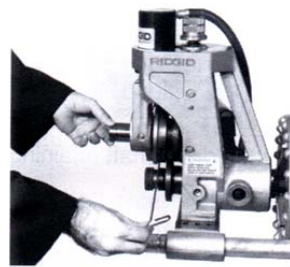
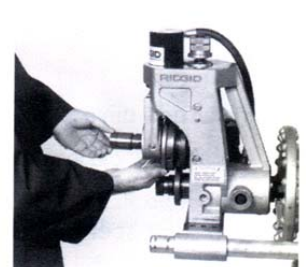

图 18 退松开槽辊上的螺丝
图 19 取出开槽辊主轴以及开槽辊
3. 退松开槽辊上的螺丝, 取出槽辊主轴以及开槽辊。(见图 18 及 19)。
8. 重新装好上部开槽辊和主轴。使定位螺丝可靠地就位于主轴的凹口中。（见图 18 及 19）。
3. 退松开槽辊上的螺丝，取出槽辊主轴以及开槽辊。（见图 18 及 19）。
13. 重新安装好上部开槽辊及其定位螺丝。（见图 18、19）
9. 重新安装好上部开槽辊，并上紧其定位螺丝（见图 18、图 19）。